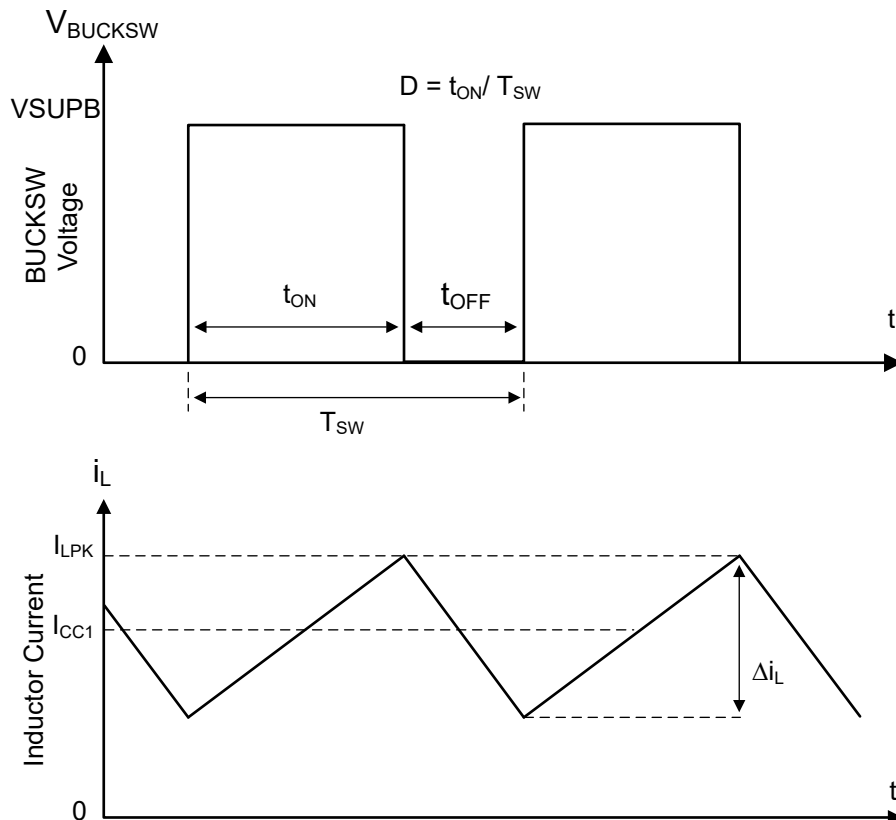

図 8-5. 連続電流モード (CCM) のスイッチング ノードの波形
TCAN245x-Q1 に統合された降圧レギュレータは、ハイサイド スイッチ (HS) とローサイド スイッチ (LS) を内蔵した同期式ステップダウン型の降圧コンバータです。レギュレータは、制御されたデューティ サイクルでハイサイドおよびローサイドの NMOS スイッチをオンにすることにより、出力電圧の安定化を実現します。図 8-5 を参照してください。ハイサイド スイッチのオン期間中、**BUCKSW** ピンの電圧はおよそ $VSUPB$ まで振れ、インダクタ電流 i_L は $(VSUPB - V_{CC1}) / L$ の直線的な傾きで増加します。ハイサイド スイッチが制御ロジックによってオフにされると、貫通電流を防止するためのデッドタイム (t_D) の後でローサイド スイッチがオンになります。インダクタ電流は、ローサイド スイッチを通して $-V_{CC1}/L$ の割合で放電されます。降圧コンバータの制御パラメータはデューティサイクル $D = t_{ON} / T_{SW}$ と定義されます。ここで t_{ON} はハイサイド スイッチのオン時間、 T_{SW} はスイッチング周期です。コンバータ制御ループは、デューティ サイクル D を調整することにより、出力電圧を一定に維持します。損失を無視できるような降圧コンバータでは、次の式のように、 D は出力電圧に比例し、入力電圧に反比例します: $D = V_{CC1}/VSUPB$ 。